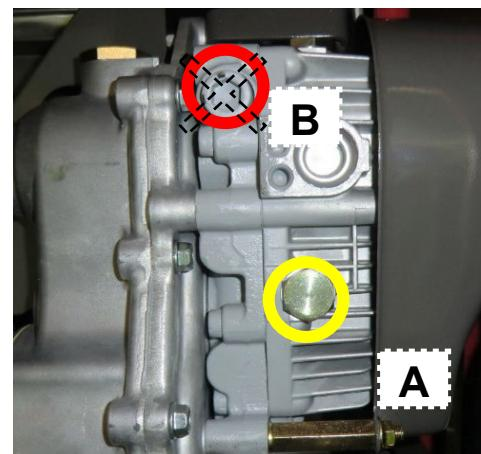

Figura 14
- Ubique un recipiente adecuado debajo de la unidad HST para recoger el aceite y luego retire el tapón de vaciado del aceite (A Figura 14).
Nunca afloje el perno (B Figura 14). Esto podría tener consecuencias en la conducción de la máquina. Hacer esto está considerado como un uso indebido, y el daño que podría causar no está cubierto por la Garantía.